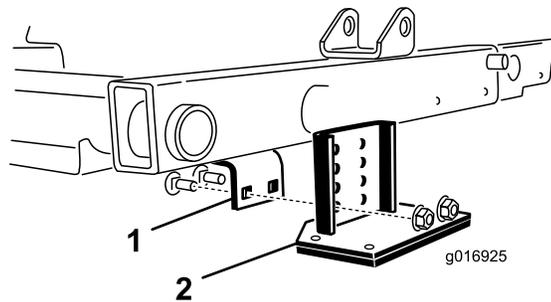

図 30
- 2. 中央のカッティングユニットの上にあるフレームブラケットを探し出す(図 30)。
- 3. チッパーブラケット装着後もローラの接触状態が変わらないようにするには、チッパーブラケットのどの穴を使ってフレームブラケットに取り付ければよいかを、中央カッティングユニットの前ローラを押し下げて調べる(図 30)。
- 4. カッティングユニットを降下させ、キットに付属しているキャリッジボルト 2 本とナットを使って、チッパーブラケットをフレームに取り付ける(図 30)。